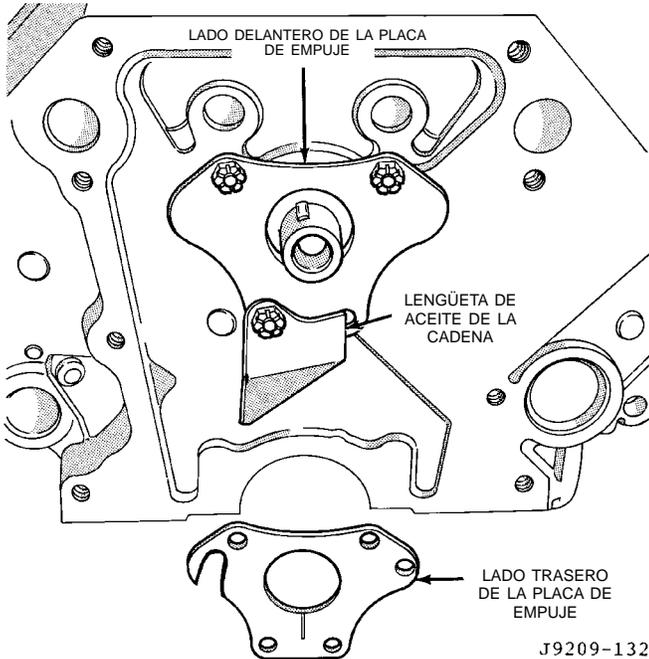

Fig. 28 Instalación de lengüeta de aceite de cadena de distribución
(5) Retire las varillas empujadoras y los empujadores. Identifique cada pieza para que pueda instalarse en su posición original.
(6) Retire el distribuidor y extraiga hacia arriba la bomba de aceite y el eje de transmisión del distribuidor.
(7) Retire la placa de empuje del árbol de levas. Registre la posición de la lengüeta de aceite (Fig. 28).